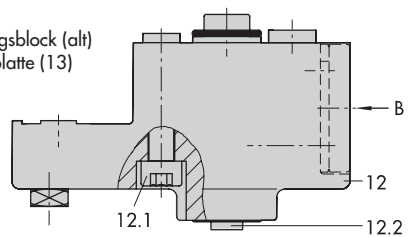

Bild 4 · Direktanbau – Stelldruckanschluss für Antrieb Typ 3277 mit 240, 350 und 700 cm²
1. Mitnehmer (3) an die Antriebsstange setzen, ausrichten und so festschrauben, dass die Befestigungsschraube in der Nut der Antriebsstange sitzt.
2. Abdeckplatte (10) mit schmaler Seite des Ausbruchs (Bild 4 links) in Richtung zum Stelldruckanschluss befestigen, die aufgeklebte Flachdichtung (14) muss zum Antriebsjoch zeigen.
3. Bei Antrieben mit 700 cm² am Hebel **M** (1) auf der Stellungsreglerrückseite den Abtaststift (2) aus Stiftposition **35** lösen und in die Bohrung für Stiftposition **50** umsetzen und verschrauben.
6. Kontrollieren, ob die Zunge der Dichtung (16) seitlich am Verbindungsblock so ausgerichtet ist, dass das Antriebsymbol für „Antriebsstange ausfahrend“ bzw. „Antriebsstange einfahrend“ mit der Ausführung des Antriebes übereinstimmt. Andernfalls müssen die drei Befestigungsschrauben entfernt, die Deckplatte abgehoben und die Dichtung (16) um 180° gedreht wieder eingelegt werden. Beim alten Verbindungsblock (Bild 4 unten) muss die Schaltplatte (13) so gedreht werden, dass das entsprechende Antriebssymbol zur Pfeilmarkierung ausgerichtet ist.
7. Verbindungsblock (12) mit seinen Dichtungen an Stellungsregler und Antriebsjoch ansetzen und mit Befestigungsschraube (12.1) festziehen. Bei Antrieb „Antriebsstange einfahrend“ zusätzlich den Stopfen (12.2) entfernen und die externe Stelldruckleitung montieren.
8. Deckel (11) auf der Gegenseite montieren. Dabei unbedingt darauf achten, dass im eingebauten Zustand des Stellventiles der Entlüftungsstopfen nach unten zeigt, damit evtl. angesammeltes Kondenswasser abfließen kann.